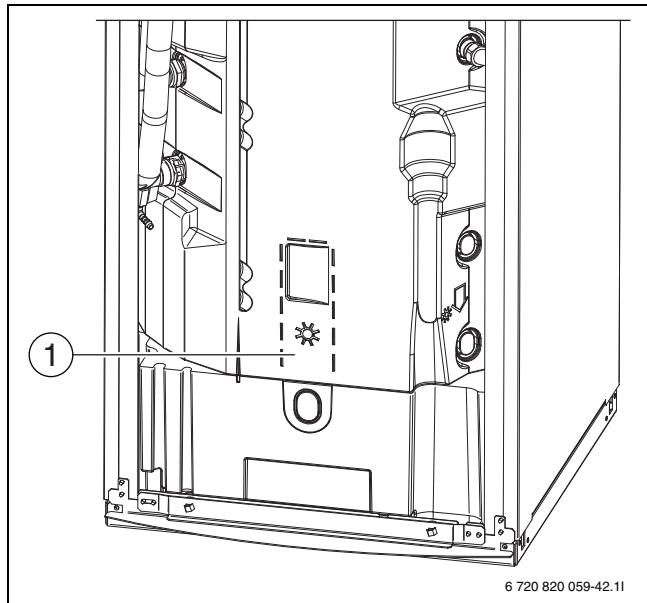

Bild 25 Anordnung von Temperaturfühler TW1 und ggf. TS2
- Dämmung am Solarsymbol (→ Abb. 25, [1]) aufschneiden. Dar auf achten, dass das Kabel von Temperaturfühler TW1 nicht beschädigt wird!